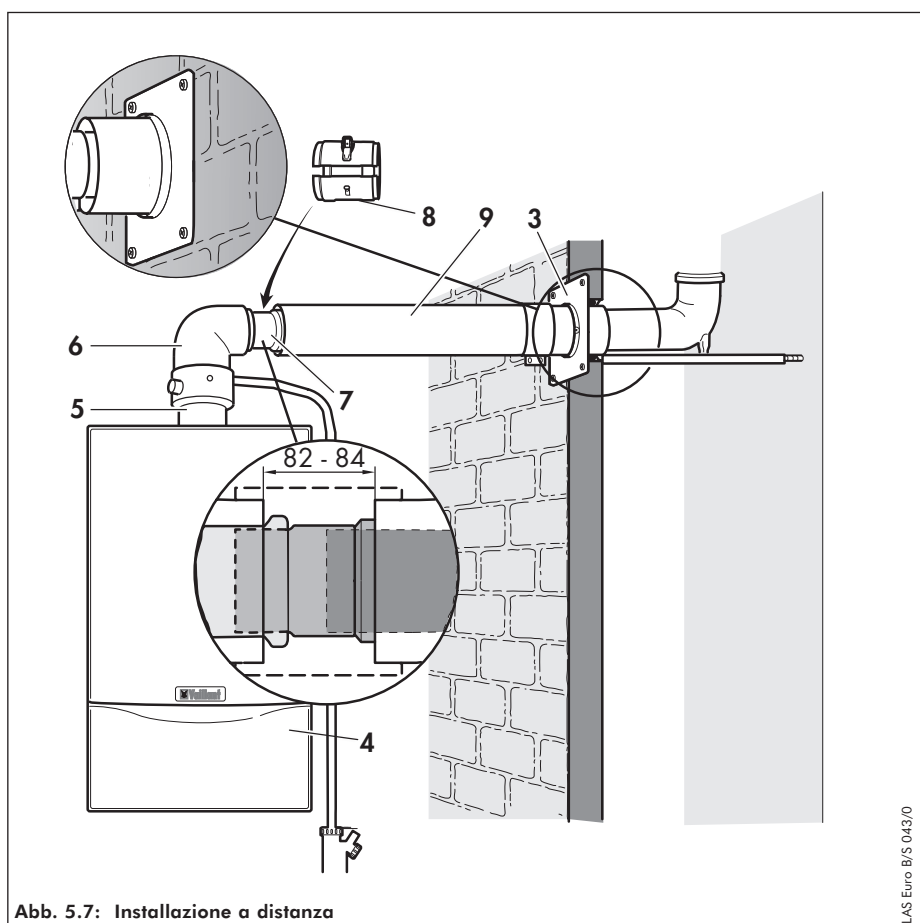

Abb. 5.7: Installazione a distanza
- Montare la rosetta a parete (3).
- Installare la staffa di sostegno dell'apparecchio e l'apparecchio (4).
- Montare l'adattatore (5) all'apparecchio.
- Collegare la curva a 87° (6) all'adattatore.
- Collegare le prolunghie (9) al tubo gas combust.
- Innestare l'estremità del manicotto separatore alle prolunghie; rispettare le quote riportate in fig. 5.7.